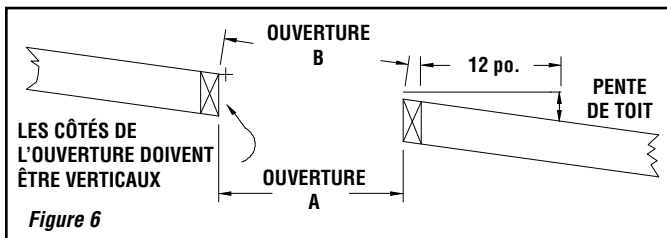

Figure 6
Step 1. Placez la cheminée à un endroit pratique, le plus près possible de l'appareil de chauffage. Coupez et encadrez une ouverture dans le toit pour le support. The sides of the opening must be vertical (**figure 6**) (Voir charte à la **page 3**).